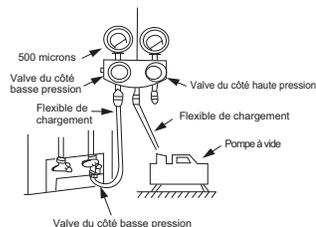

Fig. 17 — Collecteur
3. Ouvrez complètement le côté basse pression du manomètre du collecteur (consultez la figure 17).